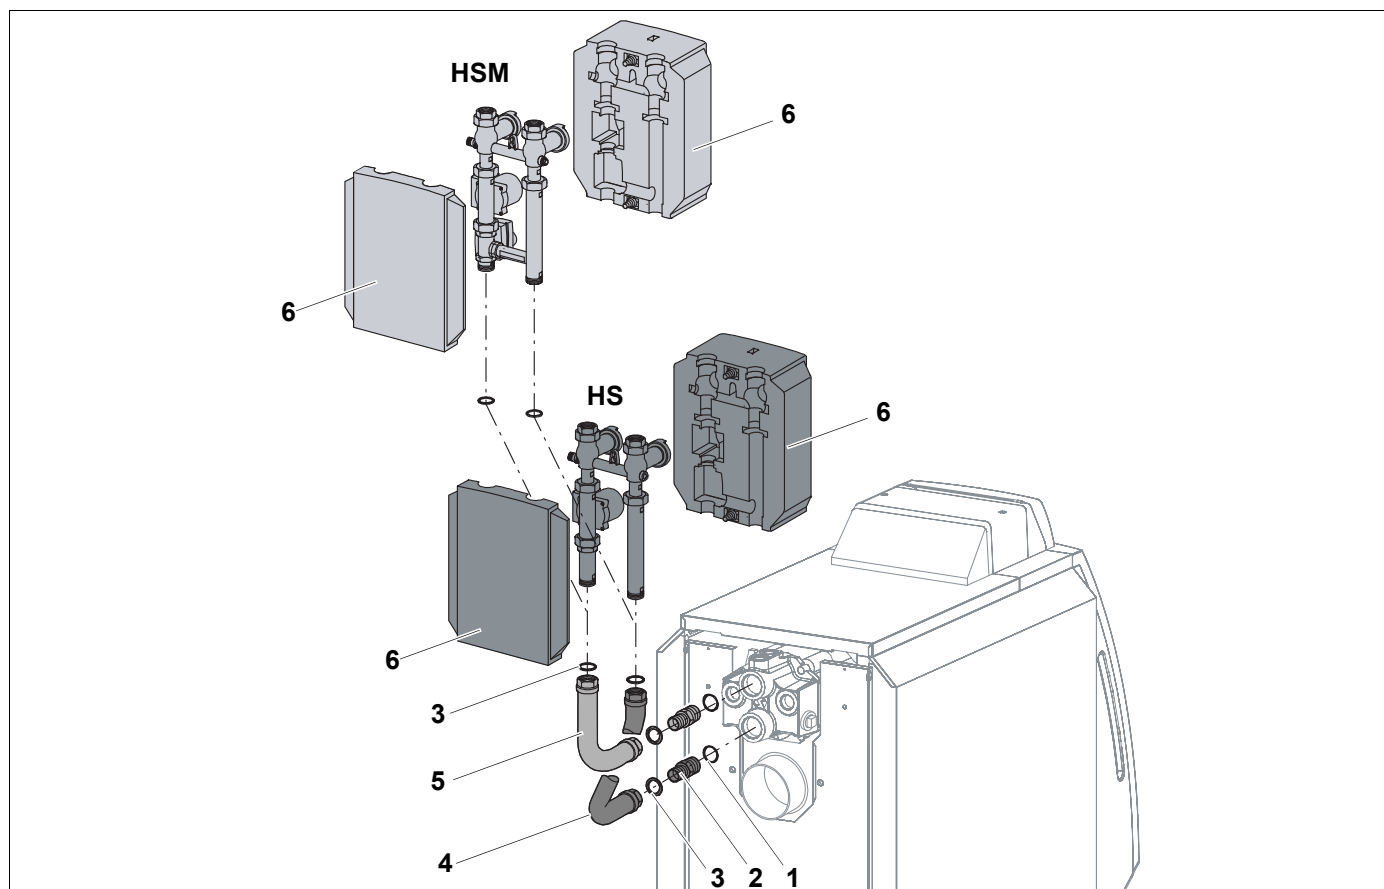

Рис. 4 Установка KAS 1 сзади котла
- Прикрутить переходники (2) с вложенным кольцом (1) к подающей и обратной линиям котла.
- Вложить уплотнения (3) в накидные гайки на коротком колене трубы обратной линии (4) и слегка прикрутить к переходнику (2).
- Вложить уплотнения (3) в накидные гайки на коротком колене трубы подающей линии (5) и слегка прикрутить к переходнику (2).
- Уложить уплотнения (3) в верхние резьбовые соединения вертикальных участков труб и прикрутить HS или HSM к KAS 1, как это показано на Рис. 4.
- Теплоизоляционные элементы (6) надеть с двух сторон на соответствующий комплект подключения отопительного контура и слегка закрепить пластмассовыми винтами.